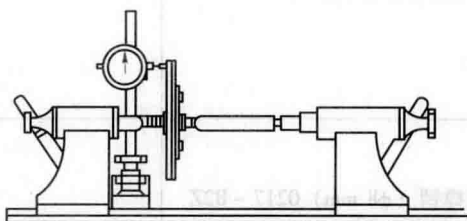

图 1-5 从动盘端面圆跳动的检测
②检测从动盘端面圆跳动：用千分表在从动盘最外圆周边上测量，如图 1-5 所示。若端面圆跳动超过 0.8 mm，可进行冷压校正，必要时更换从动盘总成。